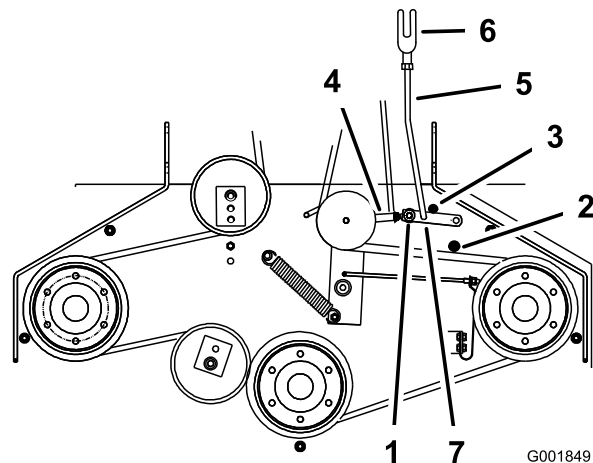

Рисунок 47
5. Убедитесь, что вспомогательный рычаг упирается в соответствующий задний упор на деке (Рисунок 47).
деке. Если он не касается, отрегулируйте коленчатый рычаг так, чтобы он располагался ближе к вставке (Рисунок 47).
8. Чтобы отрегулировать тягу вспомогательного рычага, извлеките игольчатый шплинт из вспомогательного рычага (Рисунок 47).
11. Установите тягу на вспомогательный рычаг и закрепите ее игольчатым шплинтом (Рисунок 47).